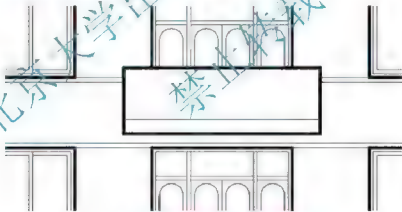

图 4.44 绘制阳台板下部分隔线
(5) 打开【正交】、【对象捕捉】和【对象追踪】功能。
(6) 启动【直线】命令(快捷键 L)。
① 在指定第一点: 提示下, 将光标放到阳台的左下角点, 当出现端点捕捉后不单击, 然后将光标轻轻地向上拖出虚线, 此时输入“300”后按 Enter 键, 指定直线的起点位于距离阳台左下角点垂直向上 300mm 处。
② 在指定下一点或 [放弃(U)]: 提示下, 将光标向右拖动, 输入“1200”后按 Enter 键结束命令, 指定直线的长度为 1200mm, 结果如图 4.44 所示。